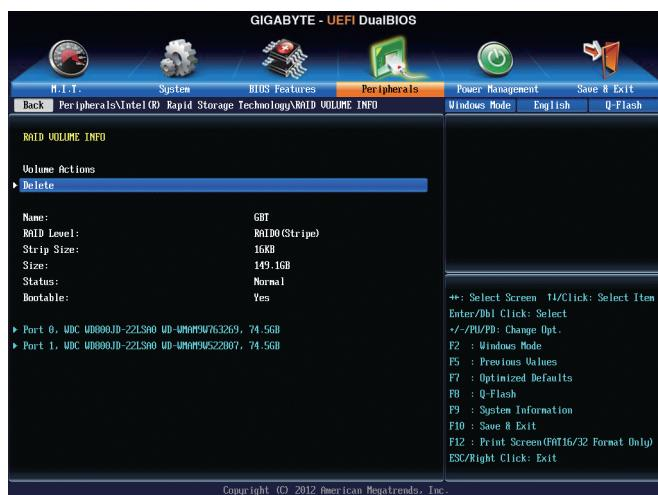

図 7
完了すると、**Intel(R) Rapid Storage Technology** 画面に戻ります。RAID Volumes に新しい RAID ボリュームが表示されます。詳細情報を見るには、ボリューム上で <Enter> を押して RAID レベルの情報、ストライプブロックサイズ、アレイ名、アレイ容量などを確認します(図 7)。